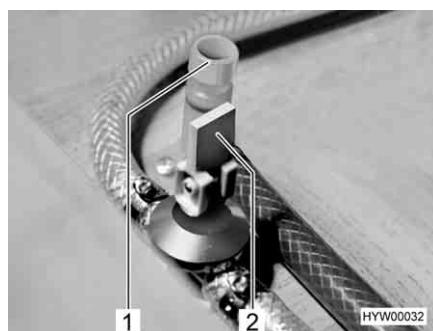

Fig. 142 Rubinetti di scarico
- Chiudere i rubinetti di scarico. Ruotare i coperchi (Fig. 142,1) in senso orario e posizionare la leva a bilanciere (Fig. 142,2) in posizione orizzontale.
- Aprire il rubinetto di scarico (Fig. 142). A questo scopo posizionare verticalmente la leva a bilanciere (Fig. 142,2).